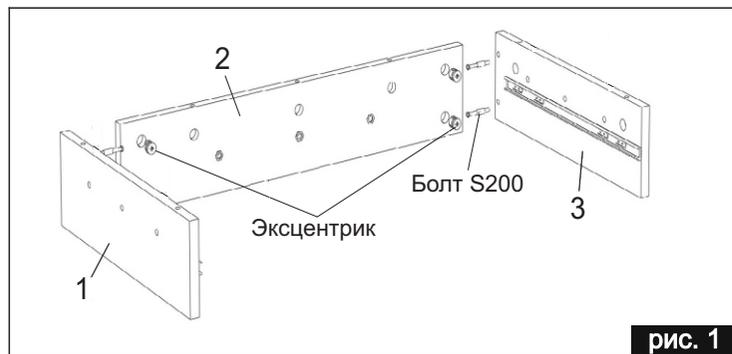

рис. 1
- 1 Вкрутить соединительный болт S200 по 2 шт. в детали 1 и 3, с помощью эксцентриков соединить с деталью 2 (рис. 1).